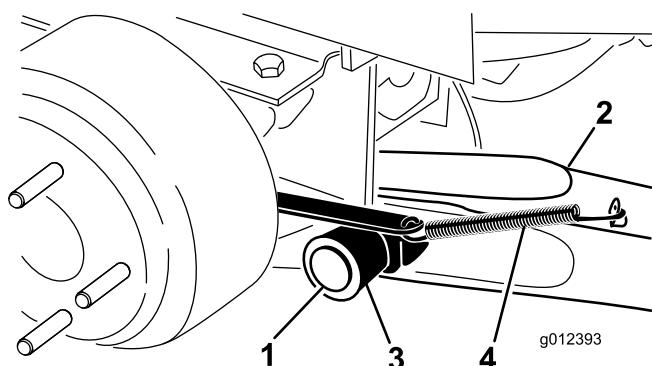

Figura 3
4. Montate un braccio di sollevamento sulla staffa orientabile con un perno girevole e una coppiglia (Figura 3). Montate il braccio di sollevamento con la parte piegata collocata verso l'esterno.
5. Agganciate la molla di ritorno del freno alla lingetta presente sul braccio di sollevamento (Figura 3).